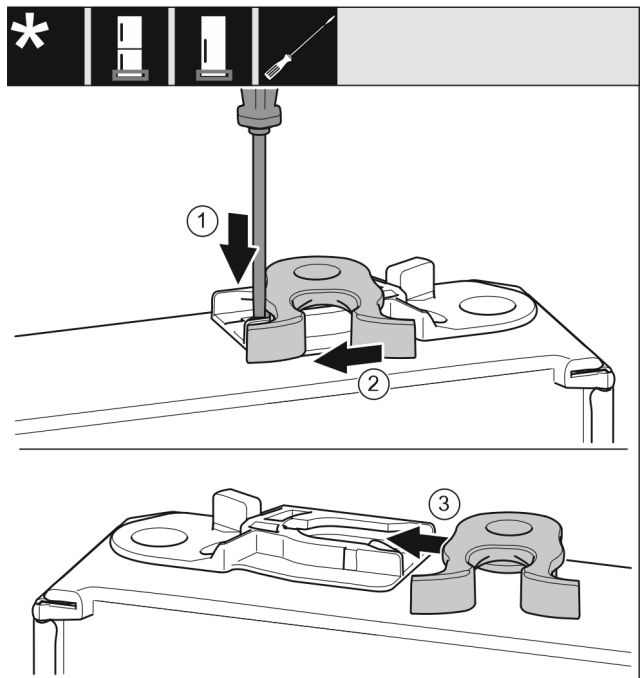

Fig. 21
- ▶ Нажмите шлицевой отверткой на накладку вниз. Fig. 21 (1)
- ▶ Выведите запорный крючок из направляющей. Fig. 21 (2)
- ▶ Вставьте запорный крючок в направляющую с другой стороны. Fig. 21 (3)